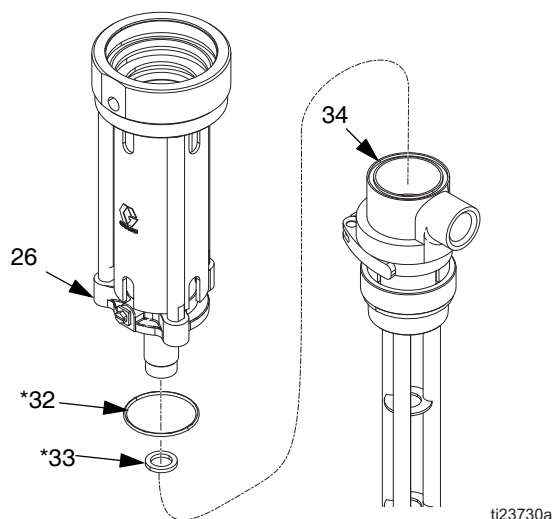

FIG. 23
11. Skruva av monteringsfläns (26) från pumpen (34). Avlägsna o-ring (32\*) och PTFE packning (33\*) från pumpkropp (34). Kontrollera alla delar och se efter om de är skadade. Se FIG. 23.
**OBSERVERA:** Passa in bottenpåret på skyddet (75) och lossa muttrarna/packningarna från pumpaxeln med stiftverkyget (69).